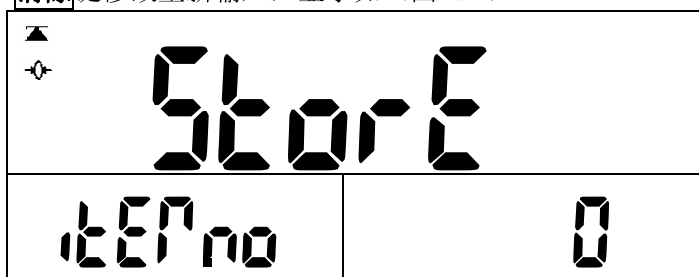

图 29
- c. 按**确认**键后存储物料号，用数字键输入**六位数**的物料号，用**清除**键修改重新输入，显示如（图 29）